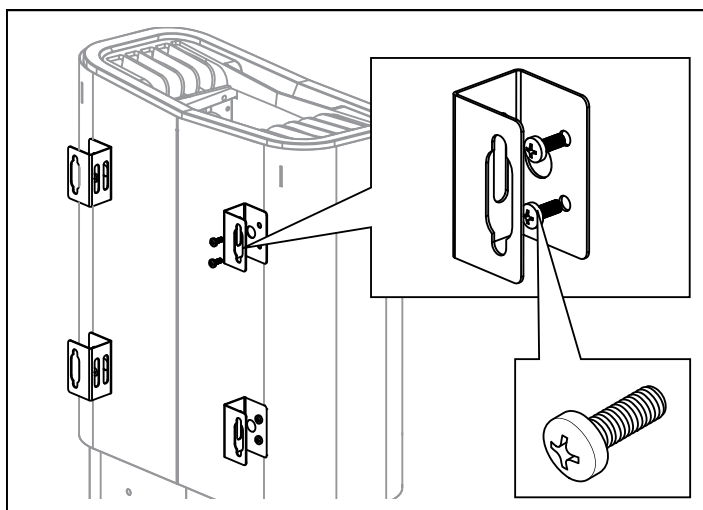

Rysunek 6: złącze
3. Przymocuj urządzenia odciążające (3) i podłącz przewód elektryczny (1) do zacisku (2) (patrz rys. 6) zgodnie ze schematem elektrycznym (patrz Schemat połączeń/okablowania, rys. 15).